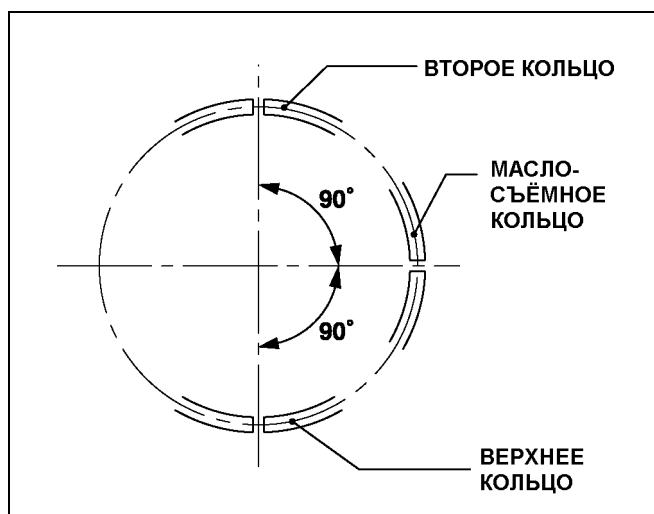

Рис. 5-36
**ПРИМЕЧАНИЕ 2:** Разрезы поршневых колец должны располагаться с интервалами в 90 градусов. (См. рис. 5-36)